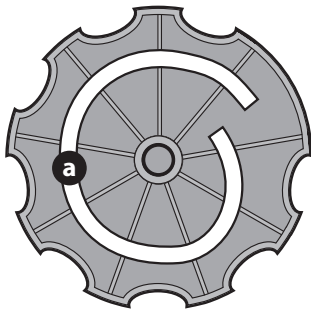

Figura 14
9. Luego alinee el espiral (a) en el interior de la perilla de la placa reclinable con el pasador de la placa reclinable. Asegúrese de que el cubo que está en la parte posterior de la placa reclinable se apoye correctamente en los orificios grandes de la placa lateral (Figura 14).